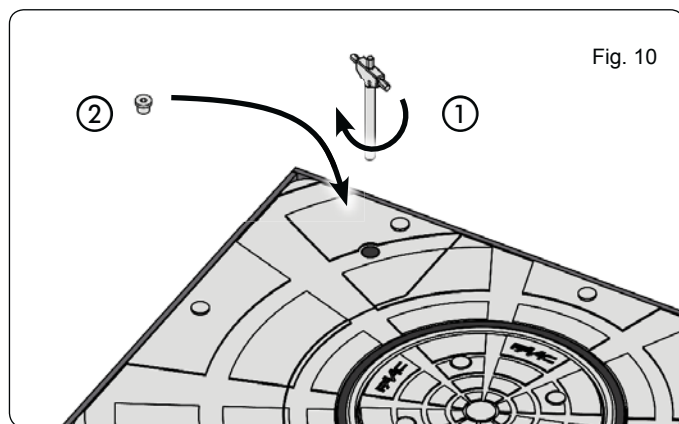

Fig. 10
2. Girar em sentido horário até atingir o batente mecânico (Fig. 10, referência ①).
3. Aparafusar novamente o parafuso de fechamento situado na parte superior do dissuasor (Fig. 10, referência ②).